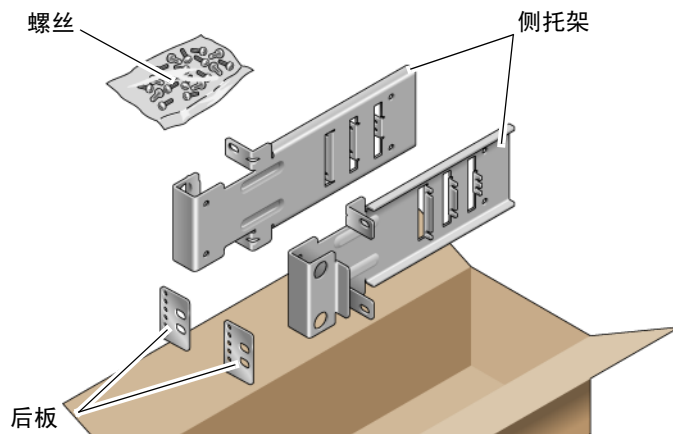

图 4-8 19 英寸双柱固定式装配工具包中的物品
1. 从机架工具包中取出侧托架（图 4-8）。
5. (可选) 如果您的环境中特别强的振动, 请使用后板在机架中进一步固定服务器 (图 4-8)。